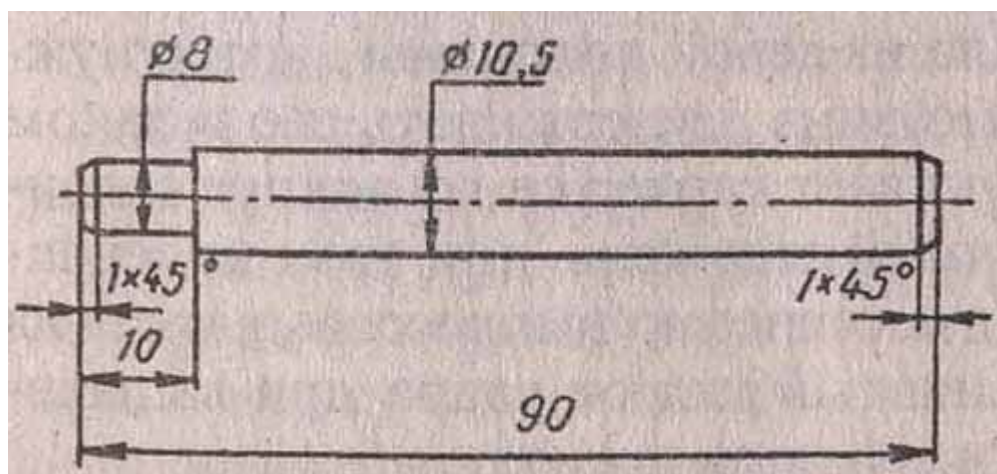

Рис. 2.15. Оправка для выпрессовки штифтов картера.
3. С помощью оправки (рис. 2.15) выбить два установочных штифта.